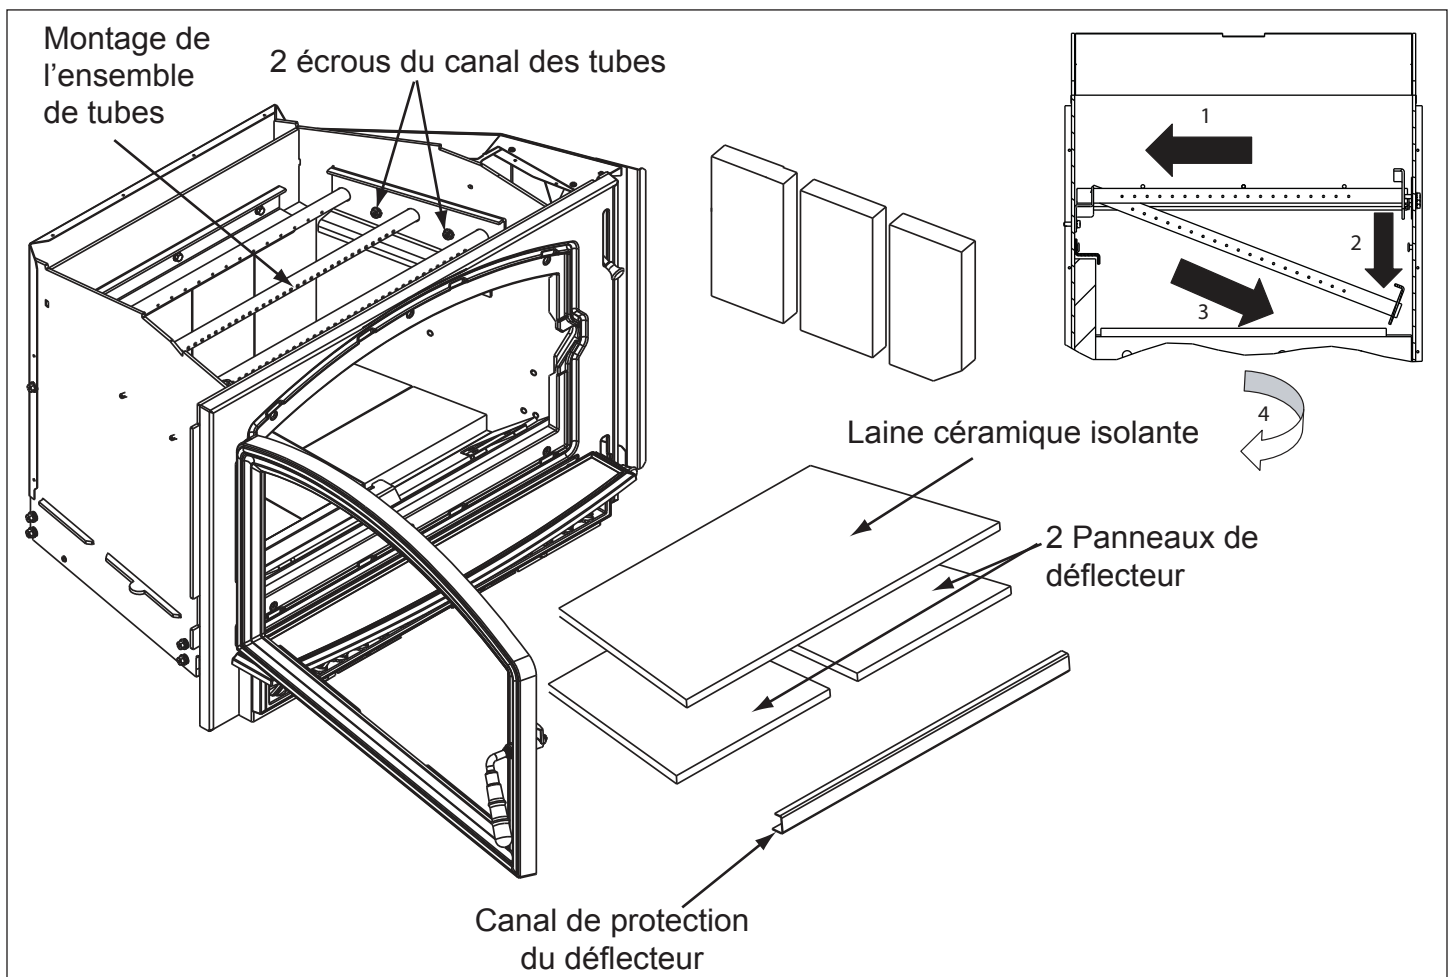

Figure 24.3
4. Glissez l'assemblage du canal de tube vers la gauche, jusqu'à ce qu'il soit à l'extérieur des fils. Laissez tomber le côté droit, puis glissez l'assemblage vers la droite. **Figure 24.3.**